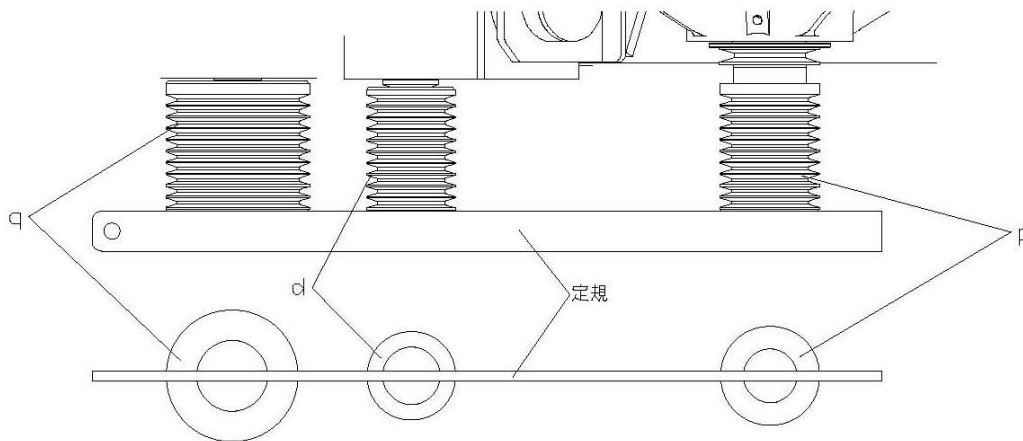

図 12
10.ブレードプーリー(q)の外表面を基準にメンテナンスプーリー(d)・エンジンプーリー(p)の外表面に定規を当て、平行と山の出入りが合うようにエンジンベース(r)を調整位置決めする。・・・図 12